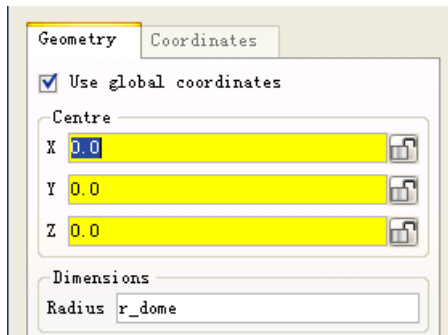
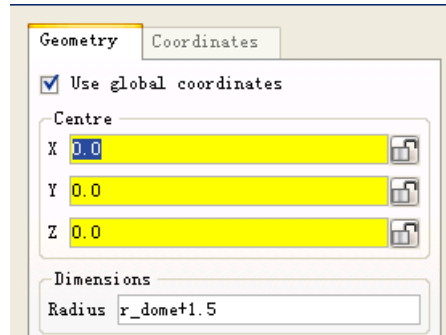

图 7-20 球 1 的尺寸
图 7-21 球 2 的尺寸
(3) 建立几何模型。首先定义两个球, 尺寸如图 7-20 和图 7-21 所示。经布尔运算, 定义它们的媒质参数。